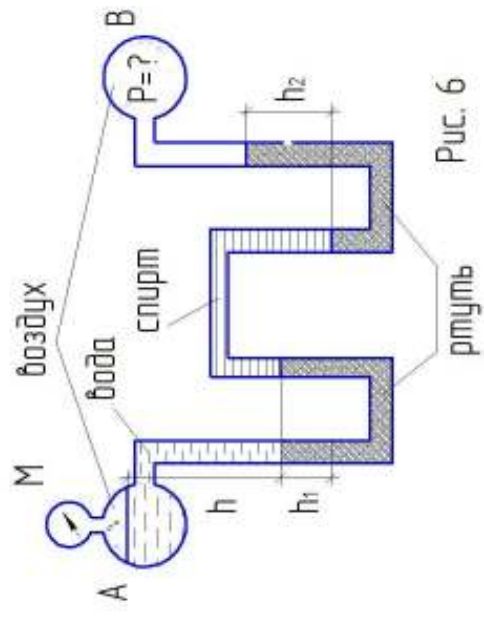

Рис. 6
12. Найти давление воздуха p в резервуаре В (рис.6), если давление на поверхности воды в резервуаре А равно $p_A = 0,25$ ат, разности уровней ртути в манометре $h_1 = 200$ мм и $h_2 = 250$ мм, а значение $h = 0,5$ м. Пространство между уровнями ртути в манометре заполнено спиртом (относительная плотность спирта $\delta_{сп.} = 0,8$).